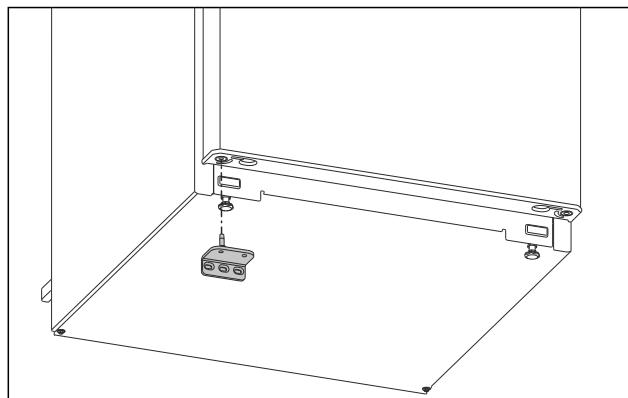

Fig. 16
- ▶ Insertar el soporte del cojinete en el lado opuesto. (consulte Fig. 16)